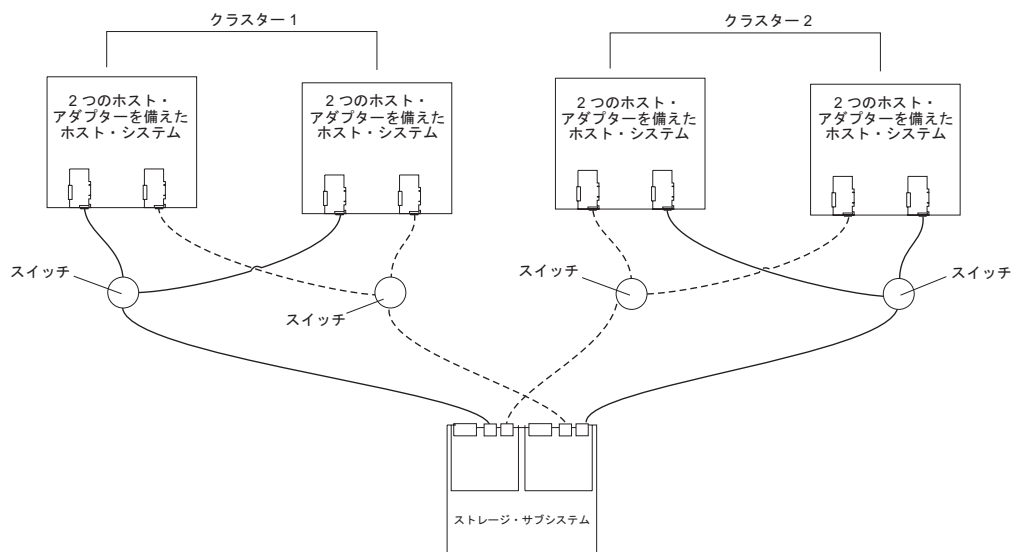

図 59. 2 クラスタ構成の例
- 2 つのクラスター (100 ページの図 59)
100 ページの図 59 に、2 クラスタ構成の例を示します。